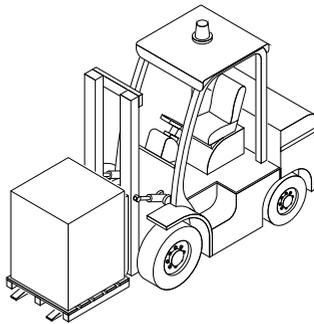

Fig. 4.1
- Desplace la máquina embalada exclusivamente con una carretilla elevadora o transpaleta con horquillas (Fig. 4.1).